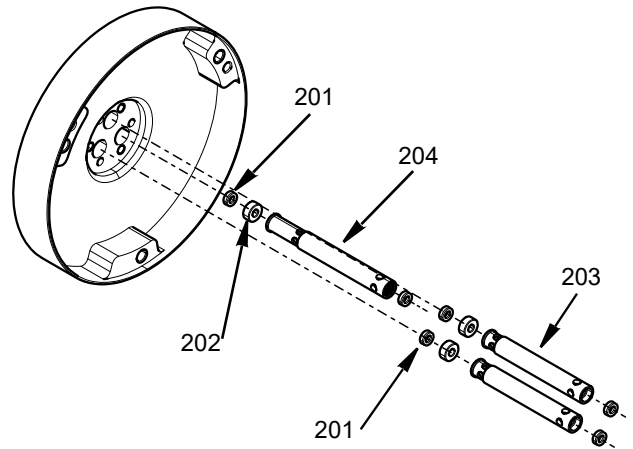

図 15
7. パッキンスペーサー (203 と 204)、ロッドシール (201) およびロッドベアリング (202) を引き出します。ロッドシールの取り外しについては、シール挿入および削除ツールキット、25T48932 を参照してください。注：スペーサーには 2 サイズあります (203 と 204)。以下を参照してください：図 15 を参照ください。